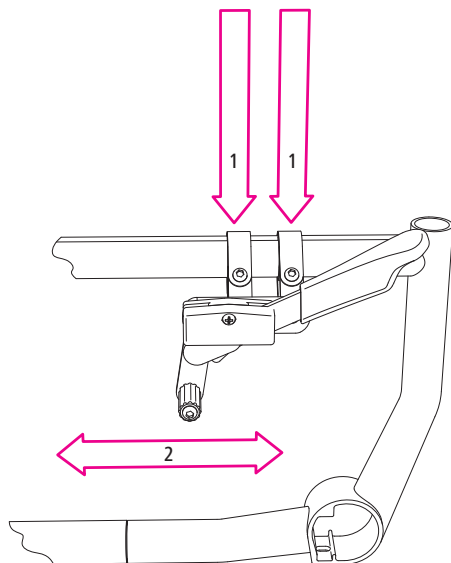

Рис.62
1. Для цього послабте два гвинти на хомутах, які з'єднують тримач гальма з боковою рамою (1, рис. 62).
2. Після цього ви зможете перемістити тримач гальма на потрібну відстань (2, рис. 62).
3. Потім знову міцно затягніть обидва гвинти (1, рис. 62).